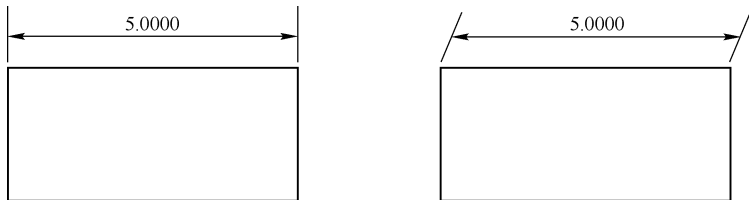

图 10-23 倾斜尺寸标注示意图
- (1) 【默认 (H)】：用于将指定对象中的标注文字移回到默认位置。
- (2) 【新建 (N)】：选择该项将调用多行文字编辑器，用于修改指定对象的标注文字。
- (3) 【旋转 (R)】：用于旋转指定对象中的标注文字，选择该选项后系统将提示用户指定旋转角度，如果输入 0 则把标注文字按默认方向放置。
- (4) 【倾斜 (O)】：用于调整线性标注延伸线的倾斜角度，选择该选项后系统将提示用户选择对象并指定倾斜角度，如图 10-23 所示。